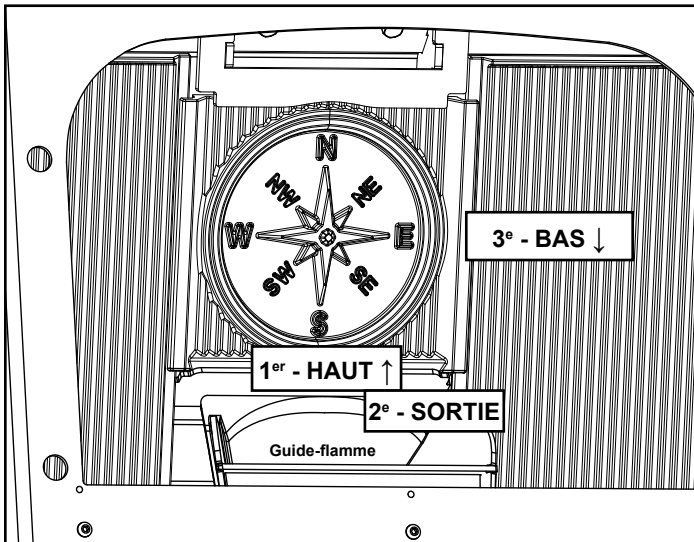

Figure 5.4
3. Tirez les coins du médaillon vers le bas jusqu'à ce que le dessus se dégage de l'arrêt qui le maintient aligné. Figure 5.4.